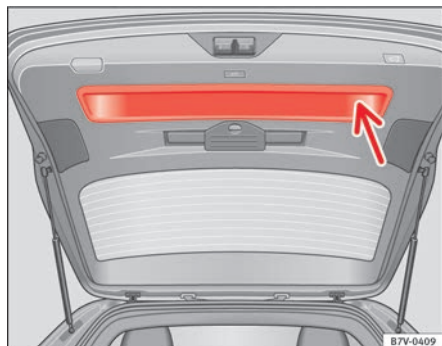

Fig. 55 Porta do porta-bagagens aberta: cavidade para puxar.
- Agarre a cavidade do revestimento interior da porta do porta-bagagens ⇒ Fig. 55 (seta).